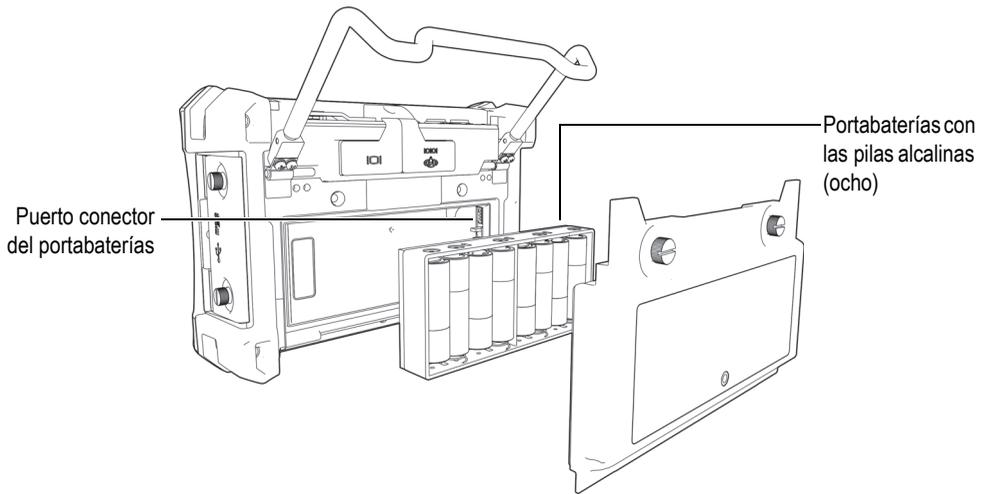

Figura 1-12 Portabaterías con las pilas alcalinas
6. Coloque el portabaterías en el compartimiento de la batería (ver la Figura 1-12 en la página 39).